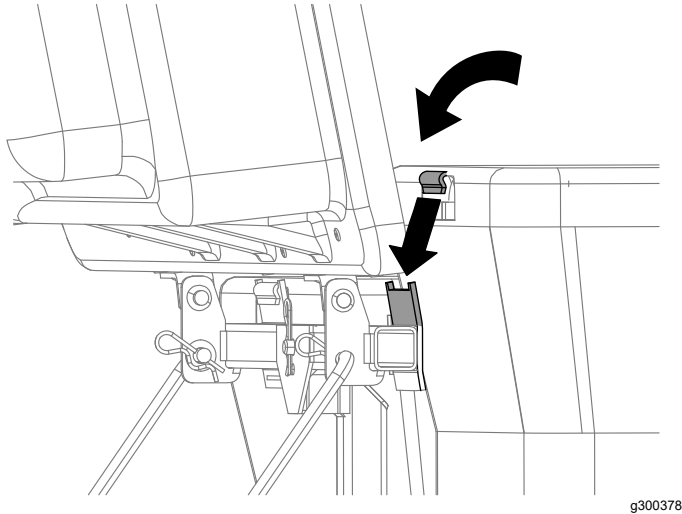

Figure 22
4. Soulevez le couvercle et installez les bacs, assemblés à la section 9 Assemblage des bacs à herbe \(page 15\), en glissant les crochets de l'armature sur les pattes de retenue (Figure 22).